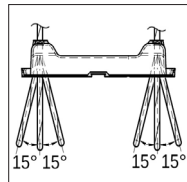
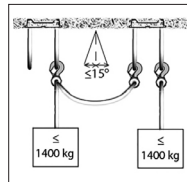
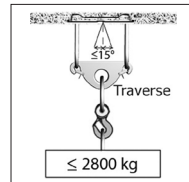

Bild 1a
Bild 1c
Bild 1d
Beide Seilschlaufen der HBL dürfen gleichzeitig mit je 1400 kg und jede für sich in einem Winkel von bis zu 15° zur Vertikalen belastet werden, Bild 1a, 1b. Dabei kann eine Schlaufe als Sicherung von einer Last einer anderen HBL dienen, siehe Bild 1c. Sollen beide Seilschlaufen gemeinsam für eine Last verwendet werden, ist ein geeigneter, zertifizierter Lasthaken z.B. mit Traverse zu verwenden (Bild 1d).
- Die Seilschlaufen derselben HBL dürfen nicht zur gegenseitigen Lastsicherung verwendet werden. Zur Lastsicherung wird immer eine zweite HBL benötigt (Bild 1c).
- Wenn beide Seilschlaufen zum Tragen oder Bewegen derselben Last eingesetzt werden, ist auf eine gleichmässige Lastverteilung auf beide Seilschlaufen zu achten. Zu diesem Zweck bietet Jakob eine Lastbrücke an (Bild 1d).